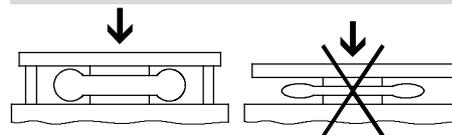

Fig. 3
- Убедитесь в том, что минимальная высота баллонного цилиндра не опускается ниже h_{min} . Пример Fig. 3.